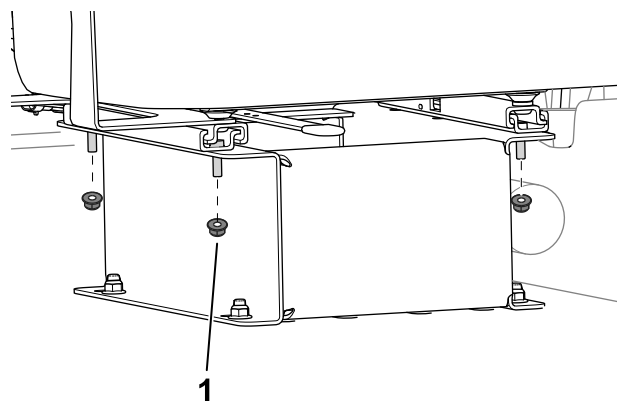

Рисунок 12
1. Отверните гайки крепления сиденья к его основанию (Рисунок 12).